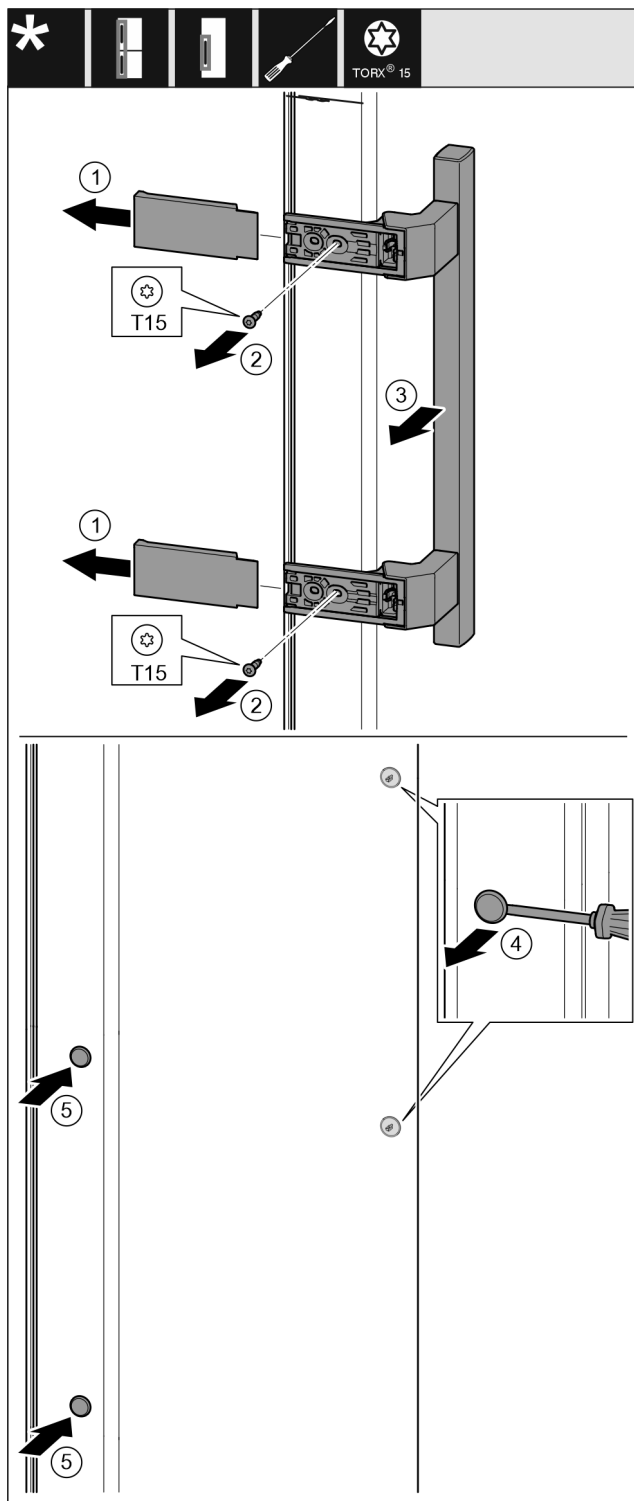

Fig. 18
- ▶ Retirer le recouvrement. Fig. 18 (1)
- ▶ Dévisser les vis avec un tournevis Torx 15. Fig. 18 (2)
- ▶ Retirer la poignée. Fig. 18 (3)
- ▶ Soulever et retirer avec soin le cache latéral avec un tournevis plat. Fig. 18 (4)
- ▶ Replacer le cache de l'autre côté. Fig. 18 (5)